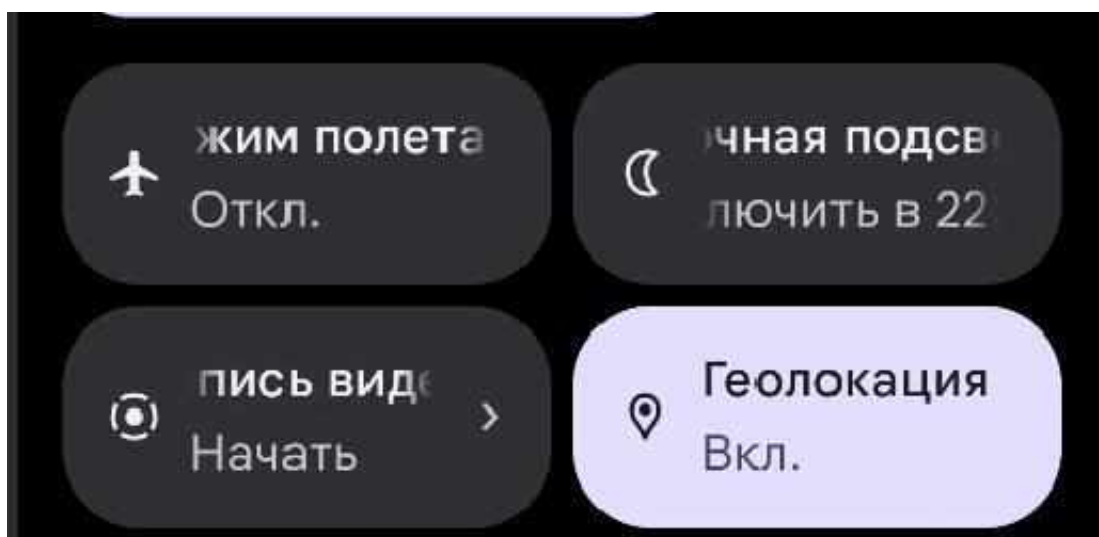

Рисунок 16 – Включение геолокации
1) Перед запуском приложения понадобится включить геолокацию в выпадающей верхней шторке интерфейса смартфона (рис. 16).